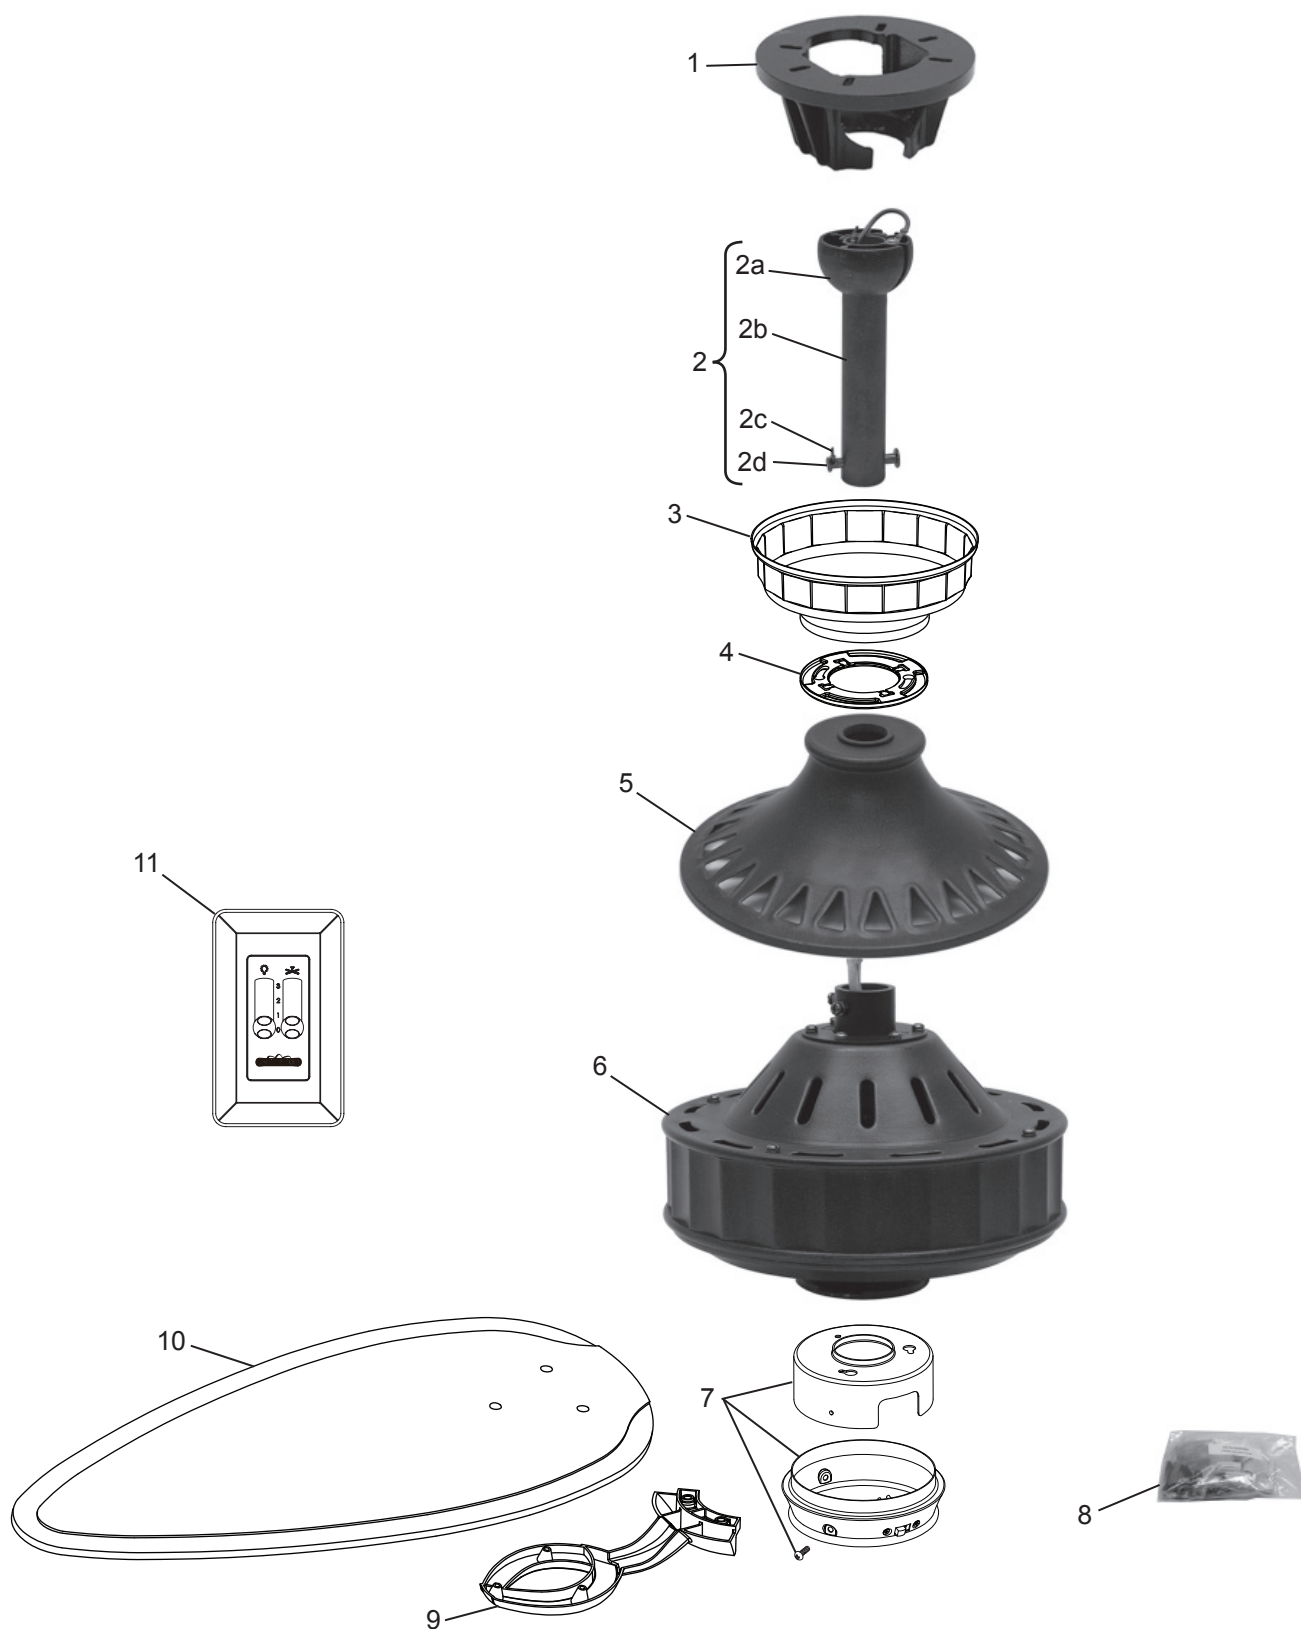

Figura 1
1. Extraiga y deseche los "topes" del motor (de goma) extrayendo los cuatro tornillos. (Figura 1)